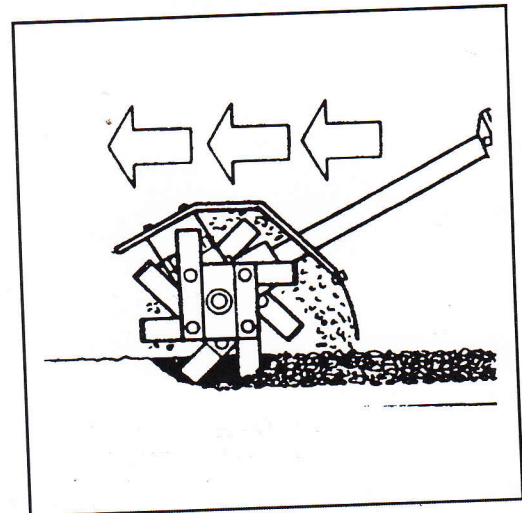
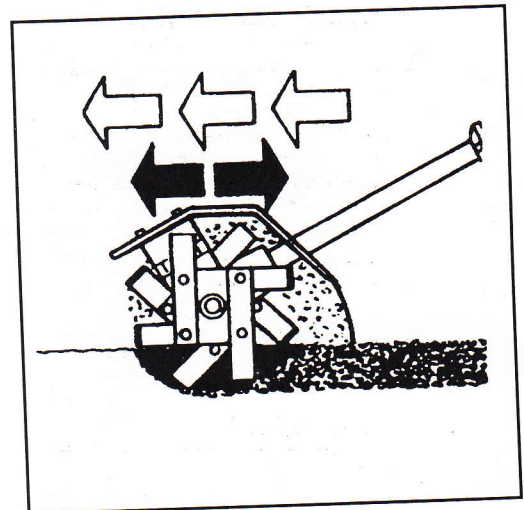

Fig. 5
Fig. 6
- Para un trabajo poco profundo: mueva el cultivador rápidamente sobre el terreno (Fig. 5). En cambio, si Ud. desea labrar profundamente, camine muy lentamente y permanezca más tiempo en el mismo sitio, moviendo la máquina hacia adelante y atrás (Fig. 6).
- Om op kleine diepte te werken, de cultivator snel over het terrein bewegen (Fig.5). Om juist in de diepte te werken, langzaam vooruit bewegen en langer op hetzelfde punt stilhouden, terwijl u de cultivator naar voren en naar achteren beweegt (Fig.6).
- Para sarchar com pouca profundidade, mova o cultivador rapidamente no terreno (Fig. 5). Por outro lado, para sarchar fundo, prossiga lentamente e permaneça mais tempo no mesmo lugar, deslocando o cultivador para a frente e para trás (Fig. 6).